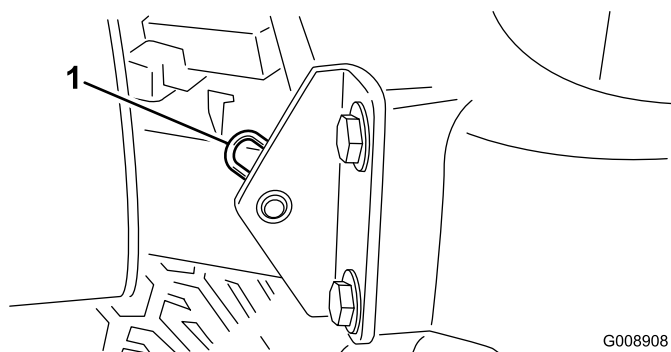

Figura 30
2. Tire o contrapino que fixa a articulação do capot aos suportes de montagem (Figura 30).
Nota: Os bocais de embeber nos rolamentos (Figura 30) necessitam de um adaptador de bico de pistola de pulverização. Encomende a peça N° 107-1998 da Toro ao seu distribuidor autorizado Toro.